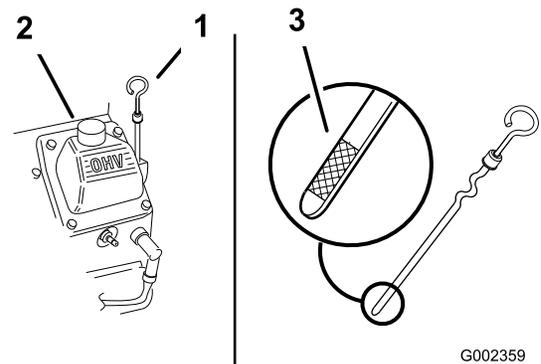

图 17
- 清洁量油尺周围的区域图 17 防止灰尘落入注油孔并损坏发动机。
- 拧下量油尺并将端部擦拭干净图 17。
- 将量油尺完全滑入加油管但切勿旋回管子图 17。
6. 慢慢向加油管图 17 注入规定油量的大约 80%。